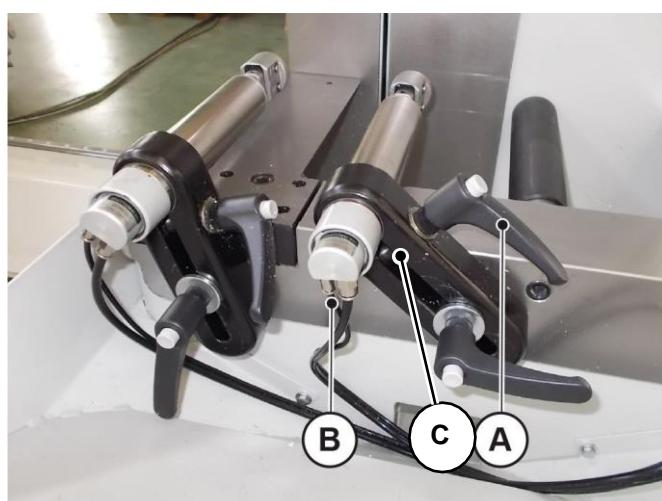

Fig. 09-12
3. Desapertar o manípulo de desbloqueio "A" (Fig. 09-12) e extraír o cilindro.
4. Desconectar as mangueiras de ar "B" (Fig. 09-12).